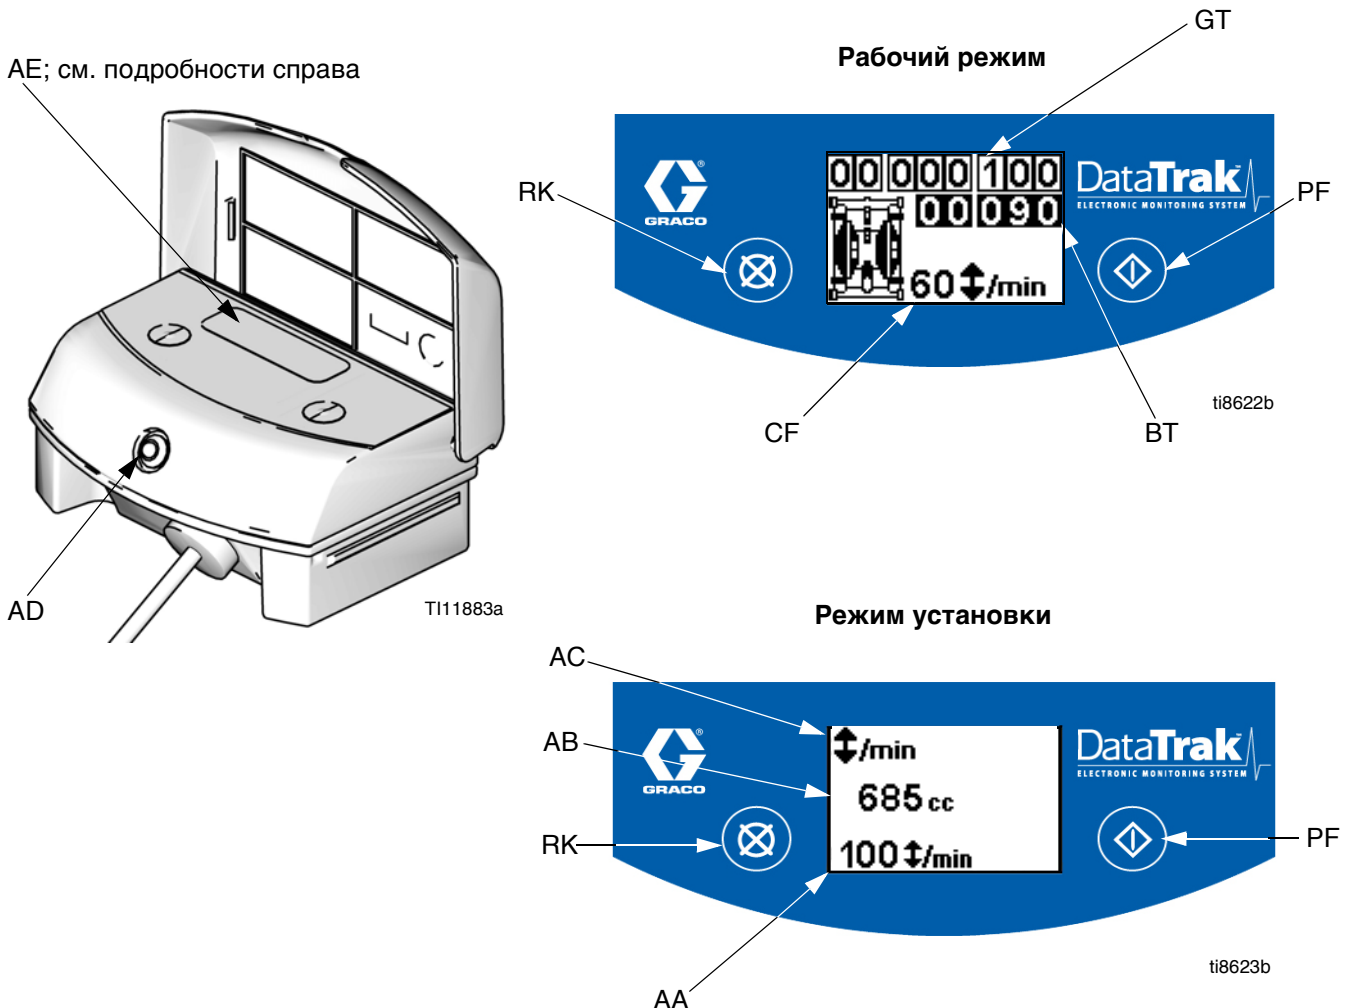

Рис. 1. Органы управления и индикаторы модуля DataTrak
1. См. Рис. 1 Нажмите и удерживайте  в течение 5 секунд, пока не покажется меню Setup (Настройка).
**ПРИМЕЧАНИЕ:** Для блокировки мониторинга разноса перейдите в режим настройки и установите значение разноса равным 0 (нуль). См. Рис. 1.
1. См. Рис. 1 Для входа в режим заливки/промывки нажмите любую кнопку для включения дисплея, а затем нажмите . На дисплее появится символ заливки/промывки и светодиод начнет мигать
2. Во время режима Заливки/Промывки защита от разгона заблокирована и счетчик-сумматор партий продукции (BT) не будет подсчитывать.
См. Рис. 1 Дисплей (AE) переключится через 1 минуту неактивности в Режиме работы или через 3 минуты в режиме Настройки. Нажмите любую кнопку для включения дисплея.
**ПРИМЕЧАНИЕ:** Дисплей (AE) может выключиться, если электростатический разряд высокого уровня будет приложен к модулю DataTrak. Нажмите любую кнопку для включения дисплея.
Модуль DataTrak может диагностировать некоторые проблемы с насосом. Если монитор обнаруживает проблему, то светодиод (AD, Рис. 1) будет мигать и на дисплее появится диагностический код. См. Таблицу 1, стр. 10.